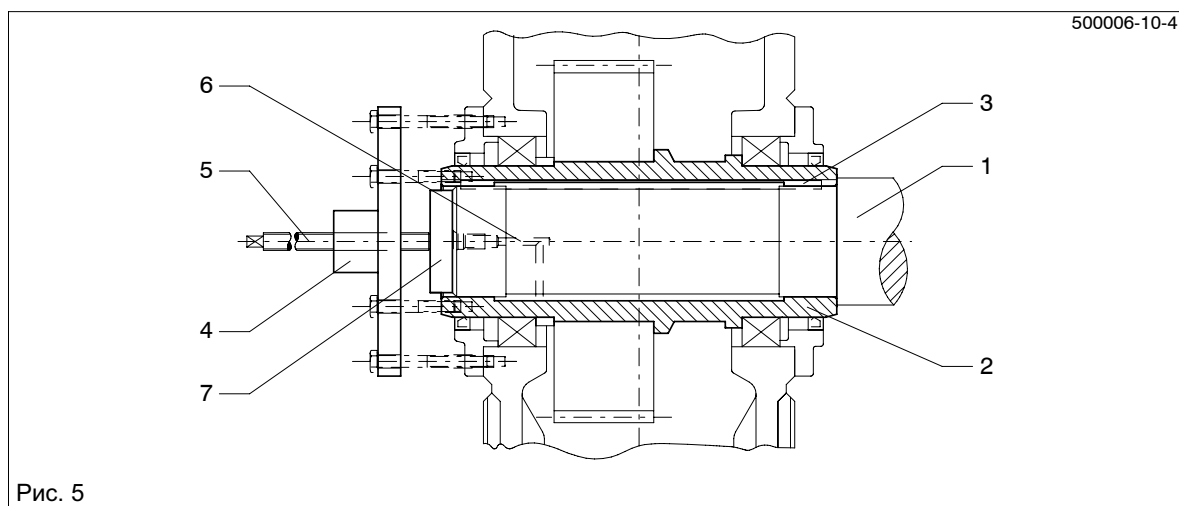
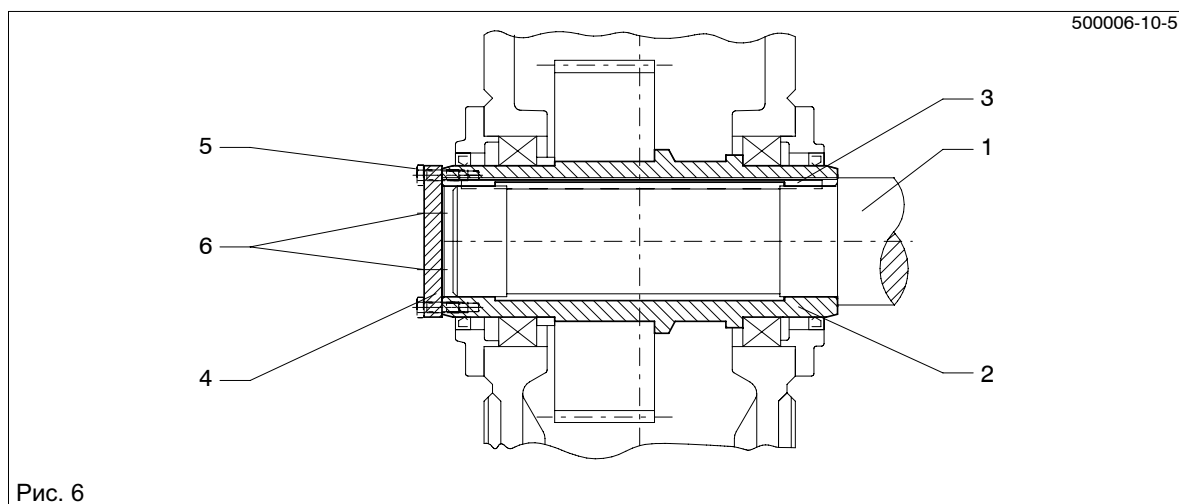

Рис. 5
Рис. 6
- Отжатие передачи от машинного вала может быть выполнено по возможности на месте при помощи отжимного винта на концевом диске (см. рис. 6), центральным ходовым винтом или, предпочтительнее всего, гидравлическим агрегатом Лукаса.
- После достаточного действия растворителя снять передачу при помощи устройства согласно рис. 5 или рис. 6.
Если при этом, как показано на рис. 5, опора не только на полый вал, но и имеется дополнительное объединение с кожухом, силы отжима не должны превышать значений, приведенных в приведенной ниже таблице.